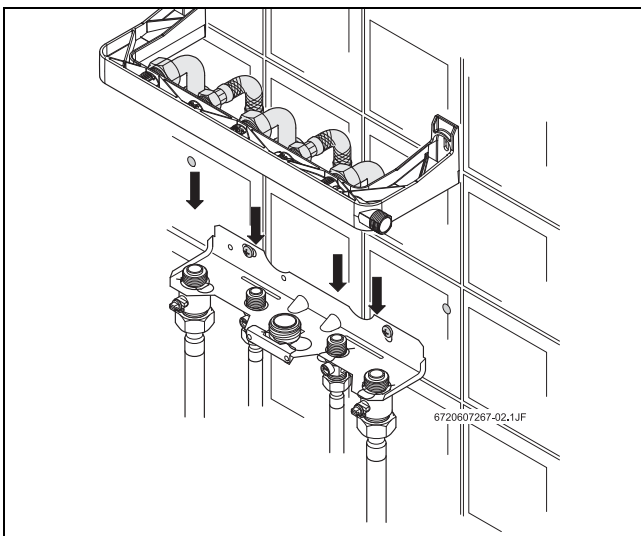

Рис. 18 Подключение установочного комплекта
- ▶ Присоединить трубы установочного комплекта к подводящим трубам (Рис. 18).